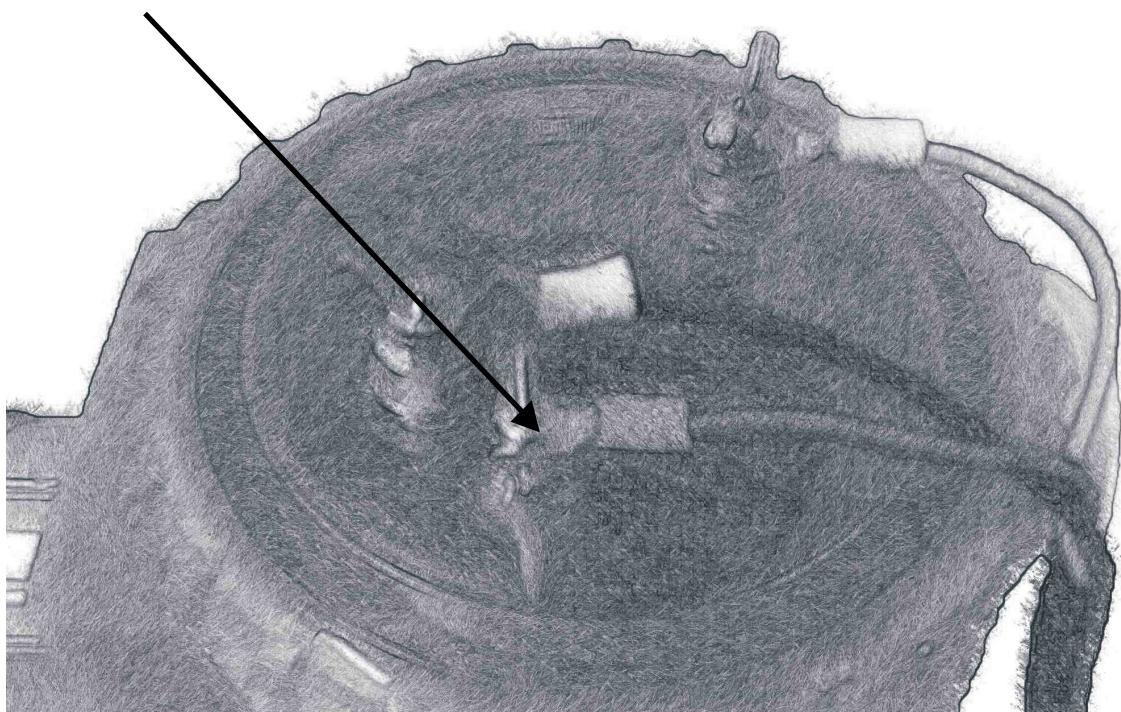

Figura 19
3. Após a conexão dos cabos que alimentarão a célula eletrolítica, será necessária a conexão do pino leitor de concentração de sal. Essa conexão se faz através do pino de menor diâmetro da tampa superior e deverá ser fixado através da porca sextavada nela instalada, conforme **figura 19**.